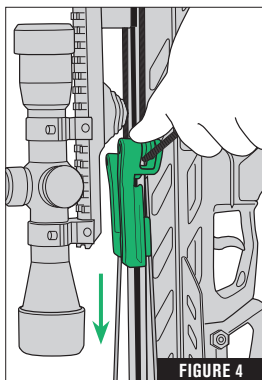

FIGURE 4
2. Le loquet de corde engagé, relâcher la tension sur le chariot d'armement en exerçant une légère pression sur la manivelle et en appuyant sur le cliquet de dégagement pour le mettre en position déverrouillée. En maintenant le cliquet abaissé, on peut commencer à tourner la manivelle en sens inverse. Éviter de tourner la manivelle en sens inverse sur plus de sept tours. À ce stade, la tension a été supprimée du bandoir, et vous pouvez retirer le bandoir de la corde en plaçant vos pouces derrière les rouleaux du bandoir tout en poussant ce dernier vers l'avant, jusqu'à ce qu'il dégage la corde, le ressort de retenue à roulement à billes et la lunette de visée (Fig. 4).